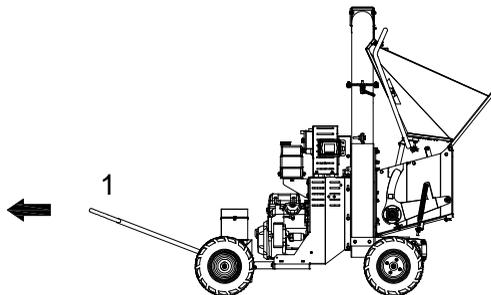

Fig. 4
Pour transporter la machine, prendre le timon de traction (1) et la traîner manuellement (fig. 4).